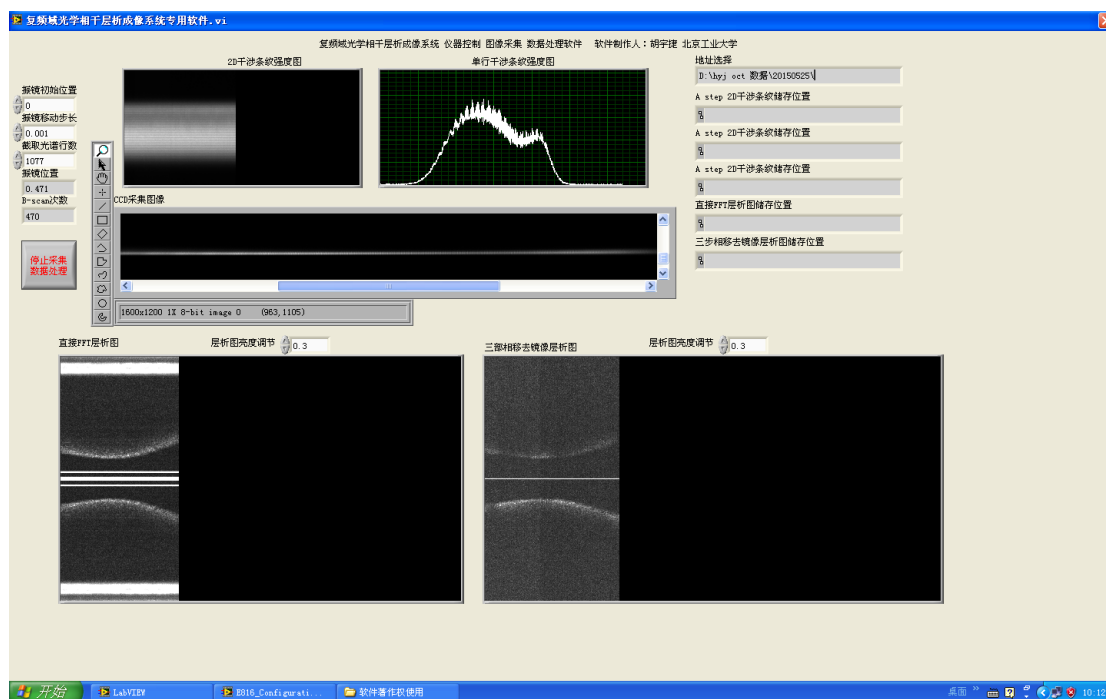

图 7：软件初始设置
2. 等待软件打开后调整包括振镜初始位置，振镜移动步长，截取光谱行数，地址选择相关设置，此时程序将自动开始运行，如图 7 所示：